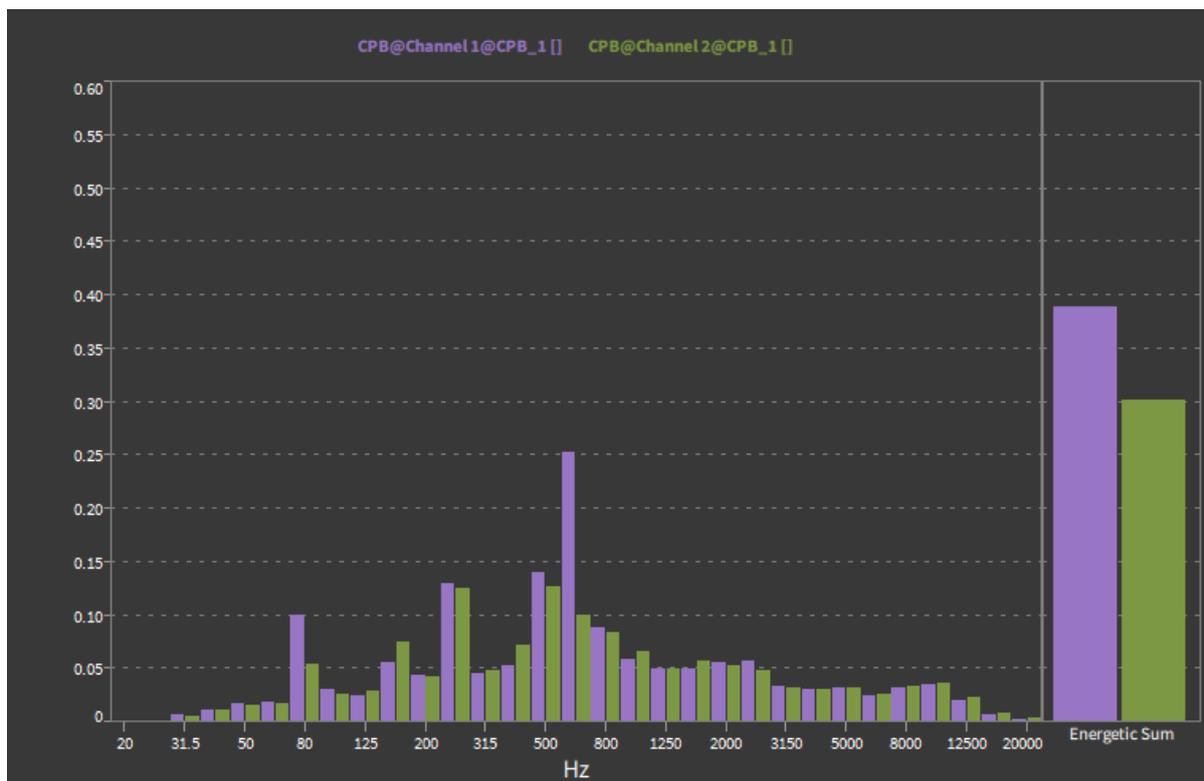

Abb. 8.108: Array Chart mit Total-Spalte
- Total Computation: Auf der rechten Seite kann ein Total-Balken (siehe Abb. 8.108) dargestellt werden, der den folgenden Wert darstellt: